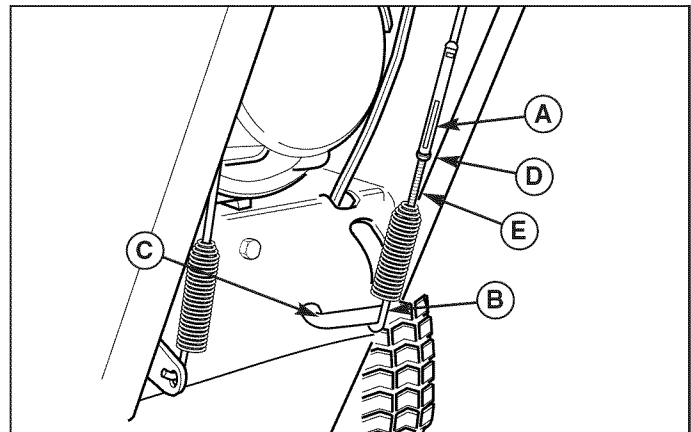

Abbildung 19. Auger Drive Adjustment (Modelle mit Rohrgriff)
1. Bei freigegebenem Antriebshebel muss der Haken (B, Abbildung 19) den Hebel (C) leicht berühren, ohne ihn anzuheben. Das maximale Spiel beträgt 0,8 mm (1/32 in.) (siehe Abbildung).
2. Zum Einstellen die Mutter (D, Abbildung 19) durch Fixieren der Abflachungen (A) und Drehen der Mutter (D) lockern. Die Abflachungen drehen und die Schraube fixieren. Die Stellschraube ist eine Kreuzschlitzschraube. Der Schraubenkopf kann durch Einführen eines Schraubendrehers durch die Feder fixiert bzw. gedreht werden.
3. Die Abflachungen (A) fixieren und die Mutter (D) festziehen.